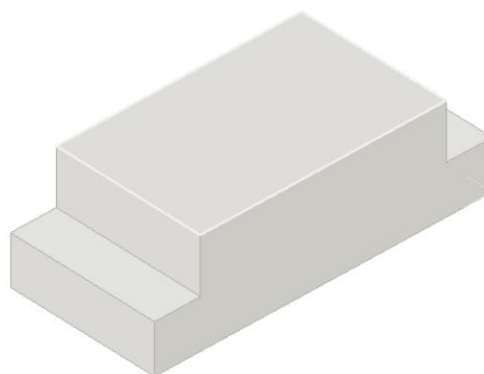

Рис. 7.5. Эскиз
- 16) Щелчком ЛКМ укажите верхнюю грань (зеленая) для последующих построений (рис. 7.5);